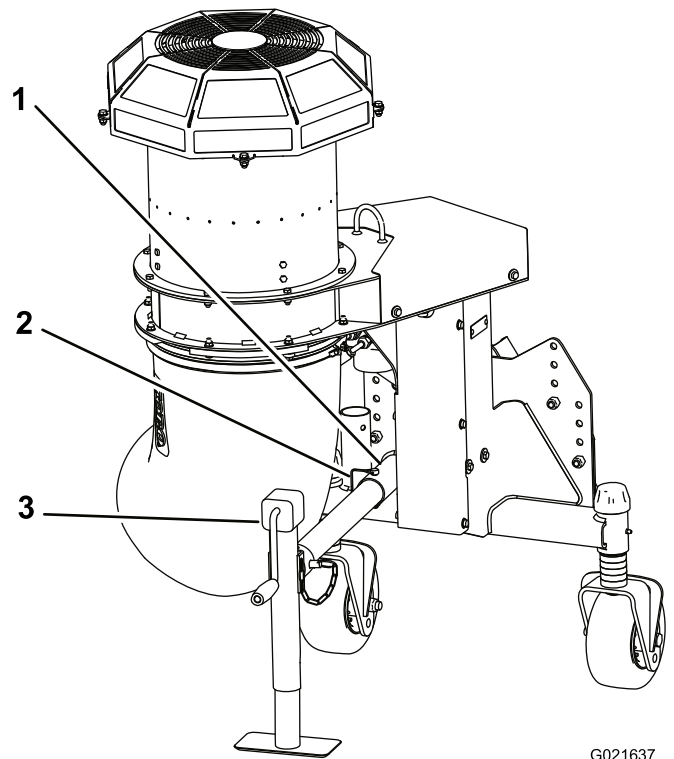

Figura 8
- Insira o tubo do apoio no tubo da estrutura, alinhe os furos e prenda no sítio com o pino de encaixe (Figura 8).